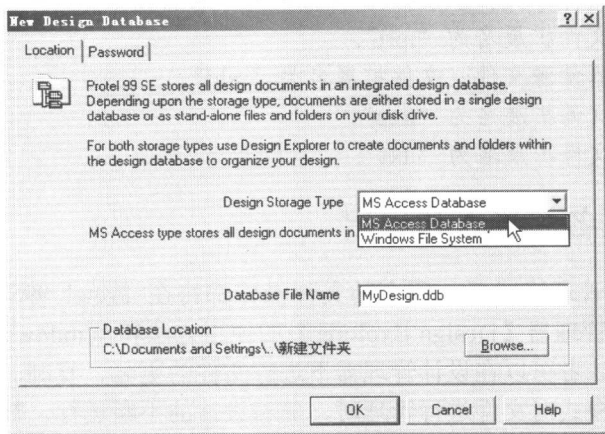
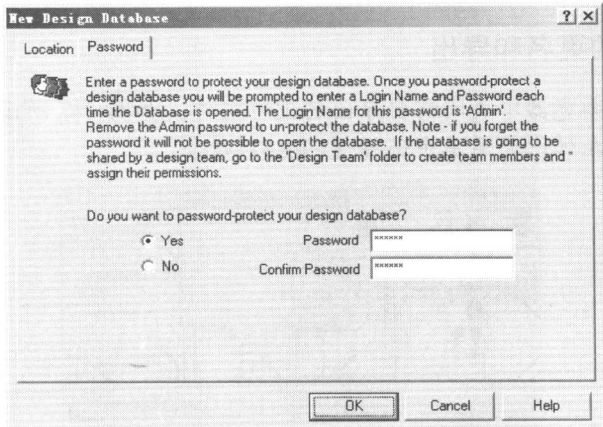

图1-5 新建设计数据库对话框
图1-6 设置数据库访问密码
1. 执行菜单命令【File】/【New】，弹出新建设计数据库对话框，如图 1-5 所示。
2. 如图 1-5 所示，在【Design Storage Type】右侧的下拉列表中选择“MS Access Database”，确认新建设计中的文件管理模式为数据库模式。
4. 如果有必要，可以单击图 1-5 中所示的【Password】选项卡，在弹出的如图 1-6 所示的对话框中为设计数据库设置访问密码，系统默认的用户名为“Admin”。